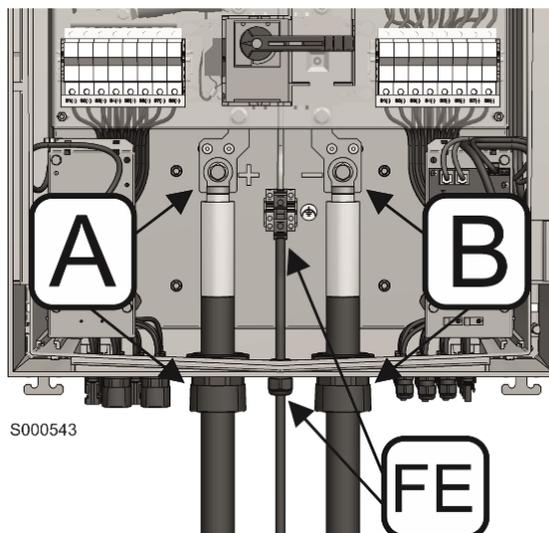

Figura 14: Posizione raccordi guaina cavi di uscita e pressacavo terra funzionale
- Inserire i cavi di potenza, già capicordati e provvisti di guaina, provenienti dall'inverter all'interno della cassetta stringa facendo passare il cavo attraverso i raccordi guaina (Figura 14).
- Inserire il cavo della terra funzionale attraverso al pressacavo dedicato (Figura 14).